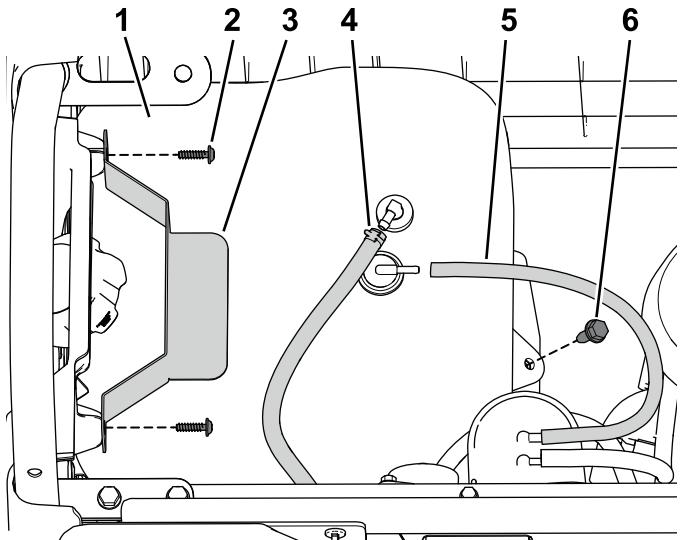

Figura 1
2. Retire los tornillos que sujetan la pletina de sujeción (Figura 1).
3. Desconecte la manguera de ventilación y el tubo de combustible del depósito (Figura 1).
1. Retire el perno con arandela prensada que sujeta el depósito de combustible a la bandeja del depósito (Figura 1).